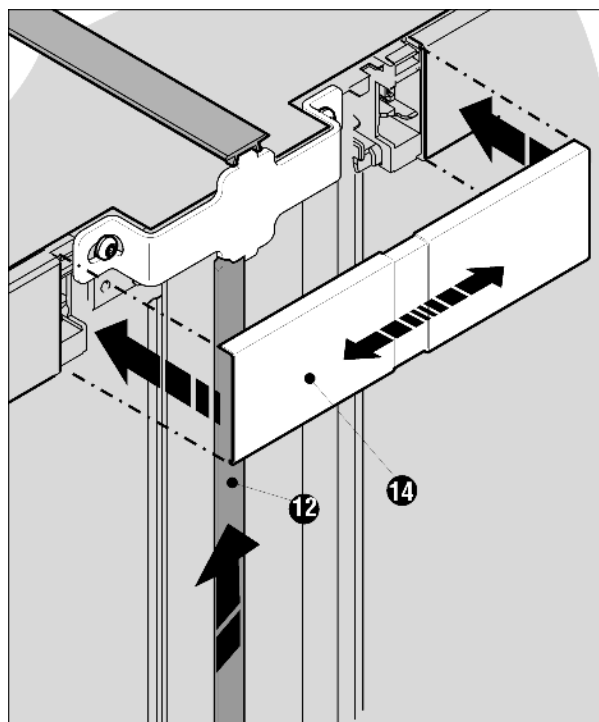

Fig. 8
- ▶ Защелкните крышку Fig. 8 (14) на еще открытом промежутке обеих заглушек участков обслуживания. Следите за тем, чтобы наружные стороны крышки заканчивались вровень с заглушками участков обслуживания. Для этой цели крышка сделана выдвижной.